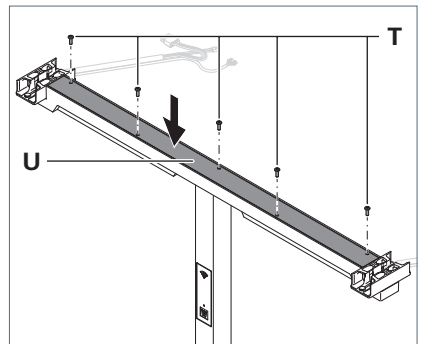

Fig. 11: Querträger- Abdeckung montieren.
1. Legen Sie die Abdeckung **U** auf den Querträger, siehe Fig. 11.